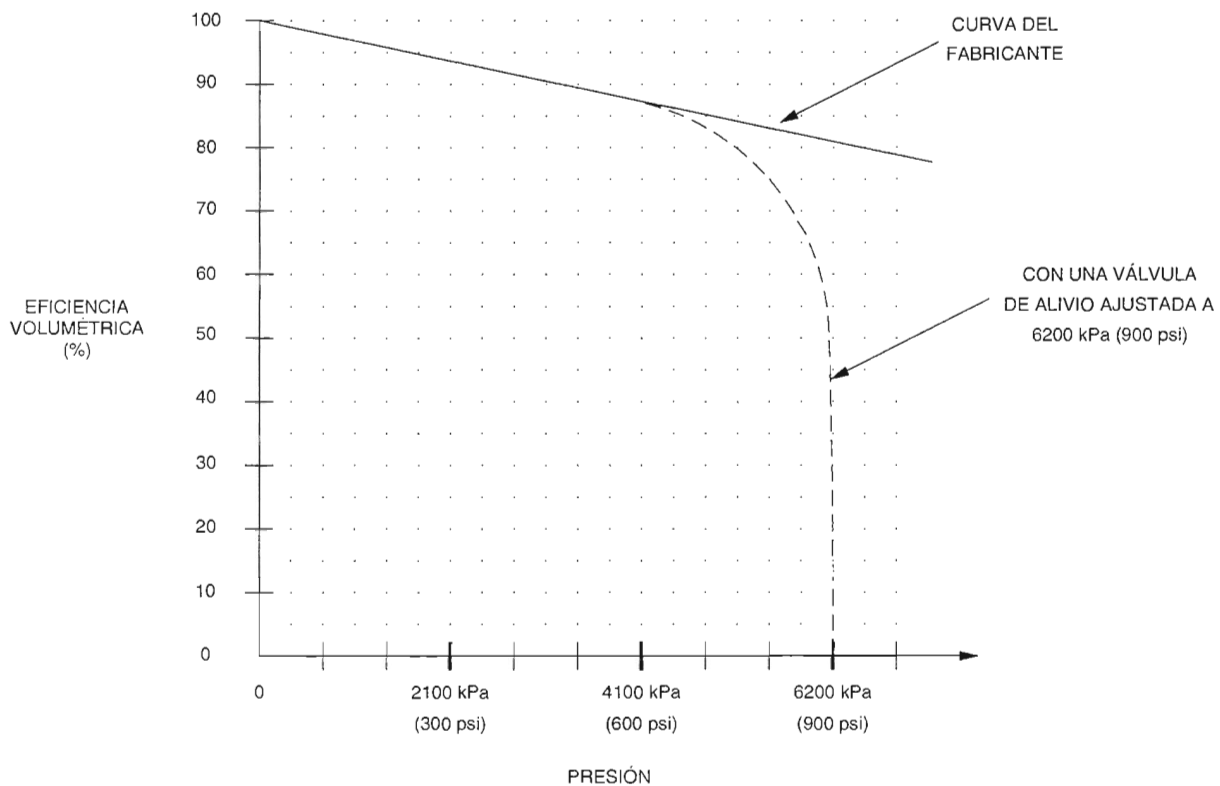
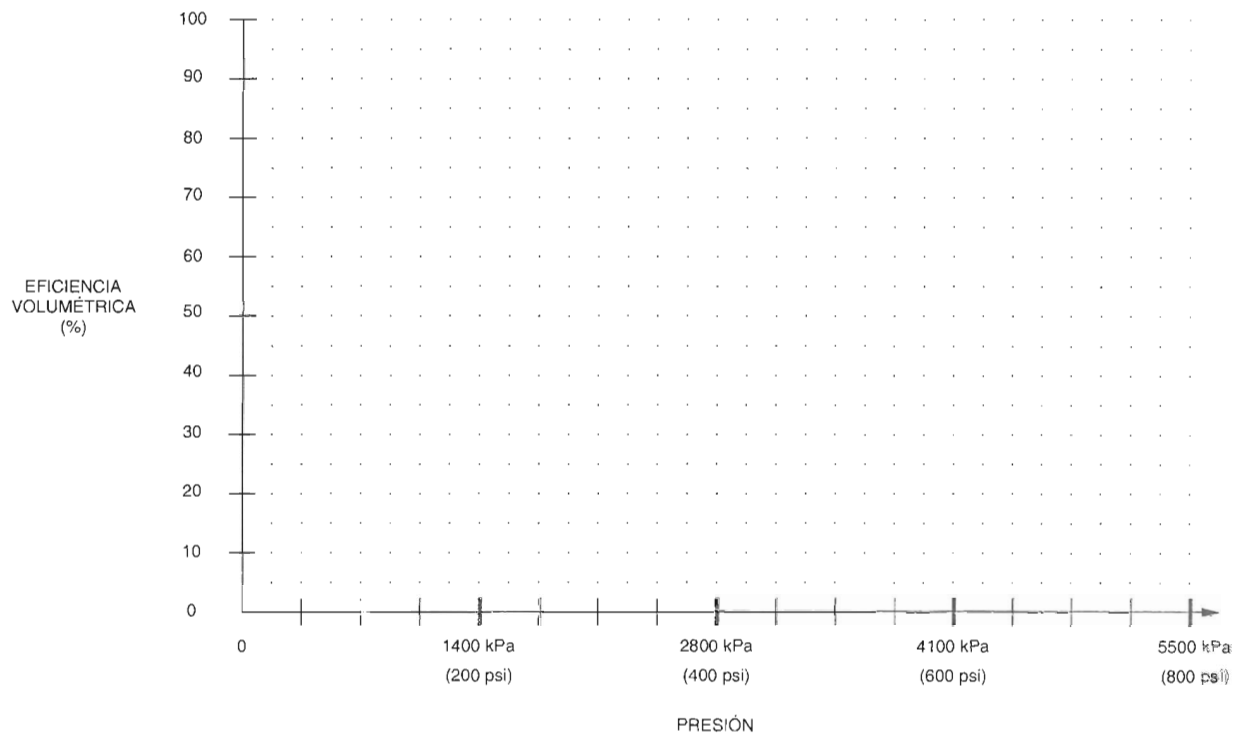

Figura 5-3. Eficiencia volumétrica de la bomba contra presión.
Figura 5-6. Eficiencia volumétrica de la bomba contra la curva de presión.
Los fabricantes de bombas frecuentemente proporcionan una gráfica, mostrando la eficiencia volumétrica de la bomba comparada contra la presión de la bomba. La Figura 5-3 muestra la curva de eficiencia volumétrica especificada para una bomba hidráulica en su fuente de alimentación hidráulica. Conforme la presión de la bomba aumenta, la eficiencia volumétrica disminuye, debido a que el aumento de cantidad de fuga interna provoca que el flujo de salida disminuya.
Cuando la presión de la bomba es limitada por una válvula de alivio, el flujo de descarga empieza a disminuir de manera que la presión de apertura es alcanzada, lo cual afecta la curva de eficiencia volumétrica. Si por ejemplo, la presión de la válvula se ajusta a 6200 kPa (900 psi), la eficiencia volumétrica empezará a disminuir en un porcentaje más rápido en la región de 5500 kPa (800 psi), y disminuirá más y más conforme la presión de la bomba se aproxime a 6200 kPa (900 psi), como lo muestra la Figura 5-3.
- ☐ 16. En la Figura 5-6, trace la eficiencia volumétrica de la bomba contra la curva de presión basada en el dato registrado en la Tabla 5-2.
- ☐ 17. De la curva trazada en la Figura 5-6, ¿qué efecto tiene la presión del sistema en la eficiencia volumétrica de la bomba? ¿Por qué?
- ☐ 18. Evalúe la condición de su bomba. Para lograrlo, compare la curva trazada en la Figura 5-6 con la porción 0-4100 kPa (0 - 600 psi) de la curva del fabricante en la Figura 5-3. ¿Su bomba está en condición satisfactoria?
- ☐ 19. De acuerdo a la Figura 5-6, ¿Cuál es la eficiencia volumétrica de su bomba a 4100 kPa (600 psi)?